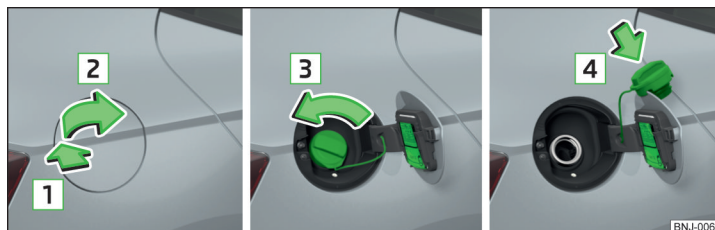

Abb. 164 Tankklappe aufklappen / Tankverschluss herausdrehen / Tankverschluss auf die Tankklappe stecken
Auf der Innenseite der Tankklappe ist der für Ihr Fahrzeug vorgeschriebene Kraftstoff angegeben » **Abb. 164** auf Seite 152.
- Auf die Tankklappe in Pfeilrichtung **1** drücken » **Abb. 164**.